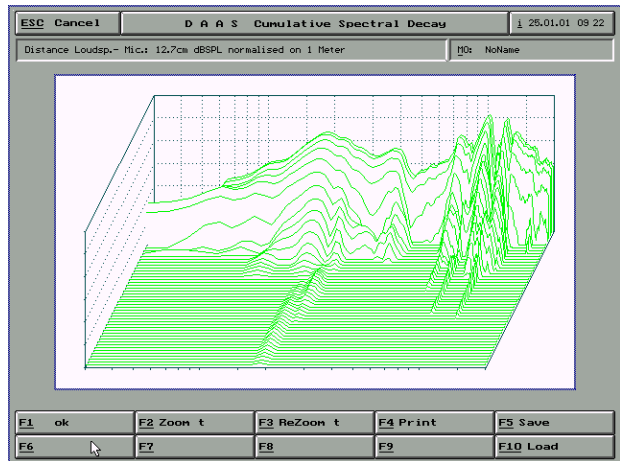

图 5-12
- c) Waterfall: 显示瀑布图, 得到图 5-12 界面